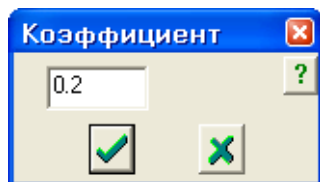

Рис.9.26. Диалоговое окно Коэффициент
- В этом окне задайте величину коэф. равную **0.2** (рис.9.26).